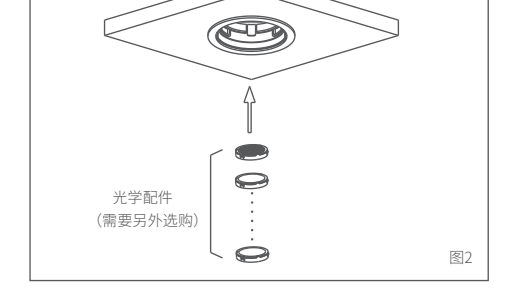
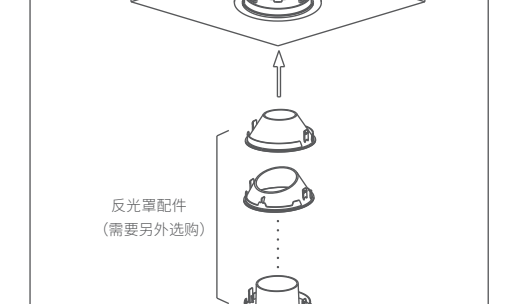

图2
图3
3.将驱动电源输入端与市电连接，将驱动电源输出端与灯具连接，将灯具往上推入预埋环内，请水平旋转灯具以确认灯具安装牢固，如图（6）所示。（光学配件及反光罩配件安装方式请见图2和图3。）
2.将驱动电源输入端与市电连接，将驱动电源输出端与灯具连接，将灯具往上推入预埋环内，请水平旋转灯具以确认灯具安装牢固，如图（6）所示。（光学配件及反光罩配件安装方式请见图2和图3。）